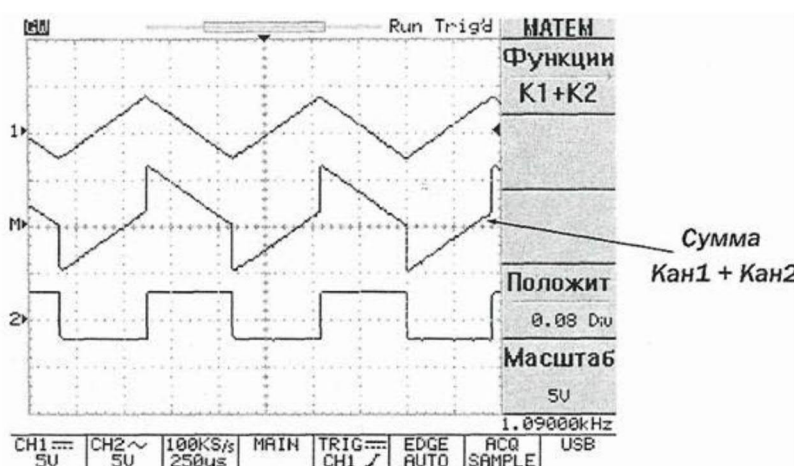

Рис. 9. Состояние дисплея при выполнении математической операции Кан1+Кан2
- Кан1+Кан2. Отображается алгебраическая сумма сигналов канала 1 и канала 2 (рис. 9).